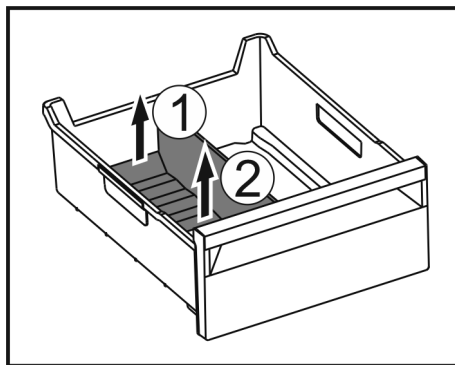

Fig. 99
► Приподнимите заднюю часть разделителя отделения для льда. Fig. 99 (1)
► Извлеките разделитель отделения для льда движением вверх. Fig. 99 (2)